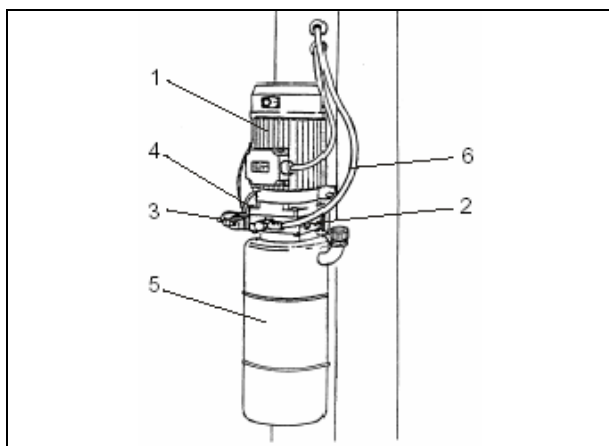

Рис. 5 Гидравлический силовой блок
- 2 гидроцилиндров (8), осуществляющих подъем кареток, прикрепленных анкерными болтами к пластинам на стойках подъемника.
- 1 гидравлического силового блока (см. Рис. 5), расположенного на командной стойке, обеспечивающего работу гидроцилиндров.
Гидравлический силовой блок (Рис.5)